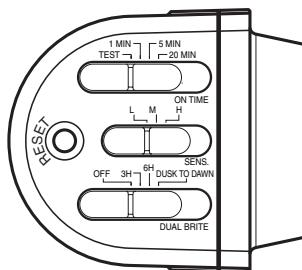

Figura 7
- Si lo monta en un alero, Monte el aparato con detector de espaldas a la pared de la casa. Gire el detector de modo que los controles en la parte inferior del detector (vea la Figura 7) miren hacia el suelo.
- Deslice el interruptor de sensibilidad (SENS) a la posición "L", el interruptor ON-TIME a la posición TEST, y el interruptor DUALBRITE a la posición OFF (vea la Figura 7).
- Botón de reinicio (vea la Figura 7): use un clip para papel para presionar el botón DE REINICIO por 15 segundos para reiniciar la luz.